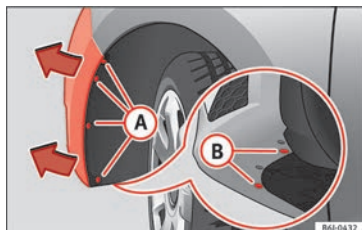

Fig. 106 Faro antiniebla: acceso al conector y al portalámparas.
- Retire los 4 tornillos (A) » fig. 106 del interior del pasarrueda y los 2 tornillos inferiores (B) » fig. 106 del parachoques utilizando un destornillador.